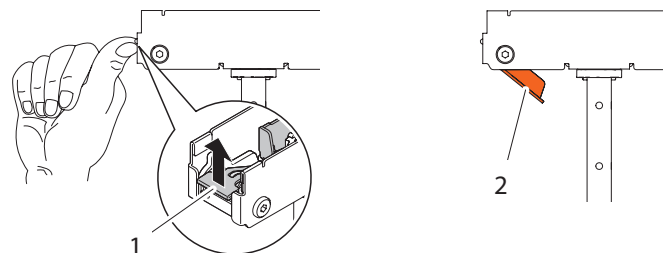

Fig. 26: Eihängeadapter vorbereiten
2. Beim Eihängeadapter beide Hebel (Fig. 26/1) hochdrücken, damit sich die Laschen öffnen (Fig. 26/2).